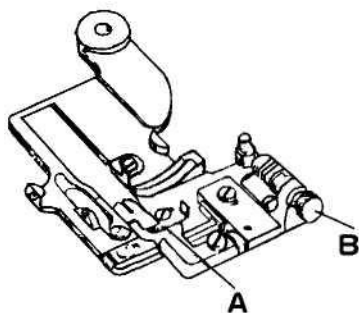
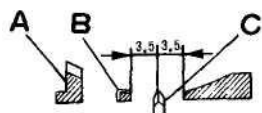
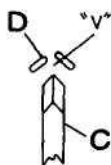

Рис. 12
Рис.25
Рис. 26
(рис. 12)
Ось симметрии подрубочного диска «С» совмещается с осью паза держателя ткани игольной платины «А» (рис. 25); ось клиновидного паза держателя ткани «D» совмещается с осью подрубочного диска «С» (рис. 26).
2. После ослабления стопорного винта «Е» манжеты «D» и стопорного винта «G» коленчатого вала «F» переместите подрубочный диск влево или вправо, чтобы установить подрубочный диск в необходимое положение (рис. 25), затяните стопорный винт «Е» и «G». Убедитесь, что вал подрубочного диска не болтается и легко вращается. Вал подрубочного диска не должен соприкасаться ни с левой прижимной лапкой, ни с правой.
3. Ослабьте винт держателя ткани «А», переместите держатель ткани «D» (рис. 12) влево и вправо так, чтобы ось клиновидного паза держателя материала совместилась с осью подрубочного диска (рис. 26). Затяните винт держателя ткани.